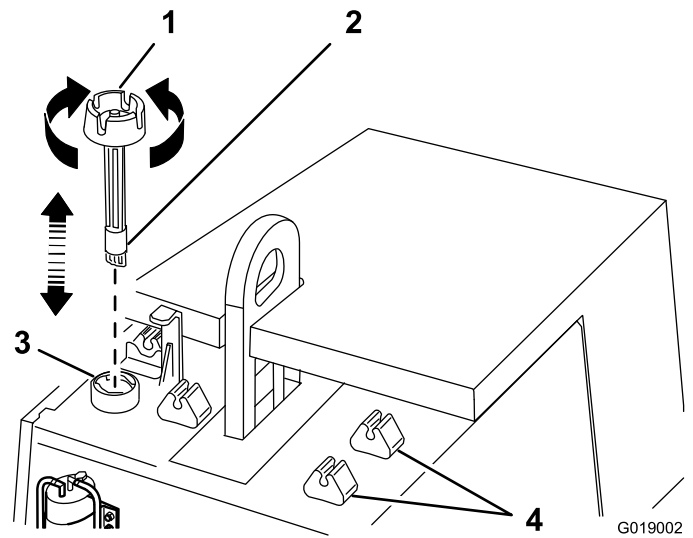

Figura 23
1. Retire el tapón del depósito de combustible girando el tapón en sentido antihorario y levantando el tapón hasta que el sensor de cantidad esté libre del cuello de llenado del depósito de combustible (Figura 23).
4. Apriete el tapón de combustible a mano en sentido horario (Figura 23).